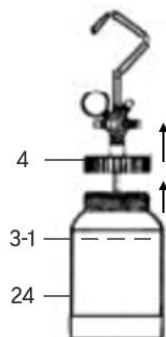

fig. 3
1. Dévissez et retirez le couvercle (n° 4) du cylindre (n° 24) (fig. 3).